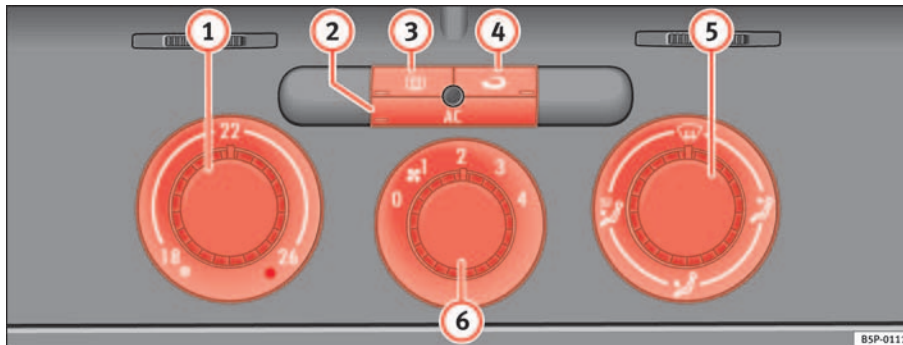

Abb. 124 In der Instrumententafel: Bedienelemente der Climatic
- Drehen Sie den Temperaturregler ⇒ Abb. 124 ① nach rechts bis zur gewünschten Heizleistung.